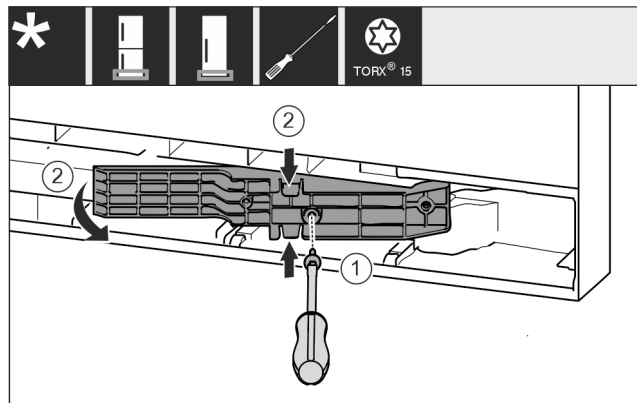

Fig. 18 \*
- ▶ Soltar los tornillos con el destornillador T15. Fig. 18 (1)\*
- ▶ Extraer la pieza adaptadora. Fig. 18 (2)\*